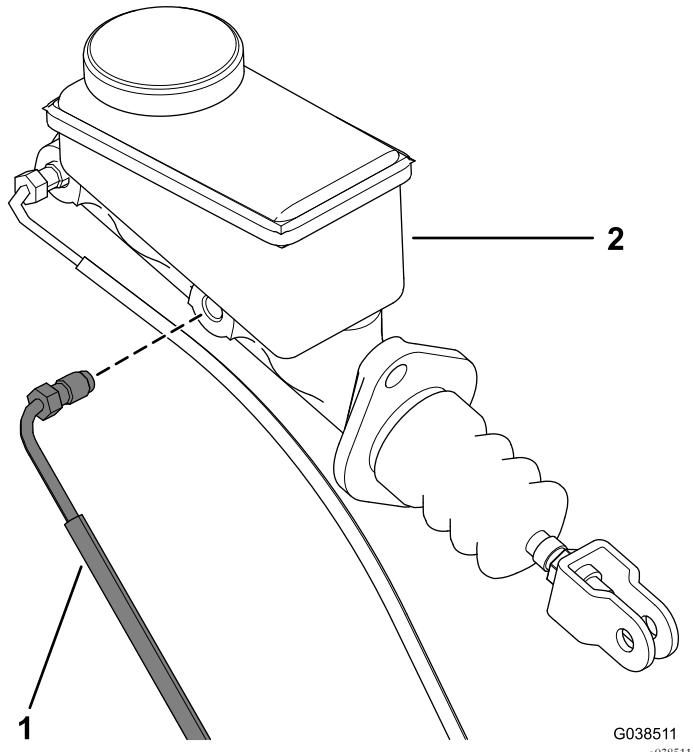

Figura 5
5. Rimuovete il tubo del freno anteriore dal cilindro principale (Figura 5).
- Montate il tubo del freno anteriore sul cilindro principale (Figura 5).